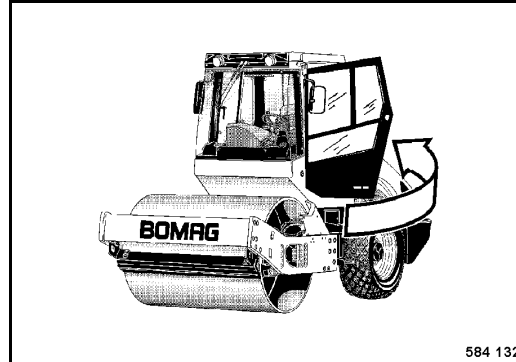

Fig. 54
- Close the cabin door (Fig. 54).